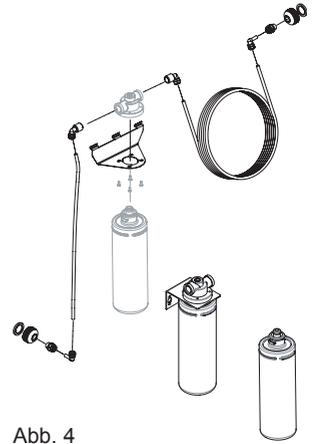

Abb. 4
3.2.2 Wasserbehandlung (Abb. 4)